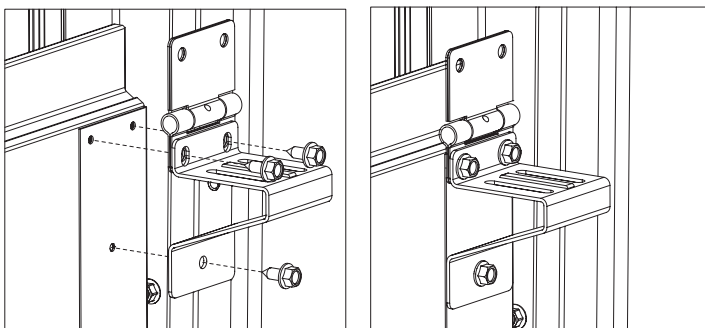

Рис. 27.1
- 2) установить и закрепить к секции боковые кронштейны совместно с петлями. Боковой кронштейн накладывать поверх нижней части петли. Крепление производится тремя самонарезающими винтами 6,3×16 (рис.27.1).
- 2) установить и закрепить ко второй секции боковые петли в соответствии с рис.27.1 и 27.2